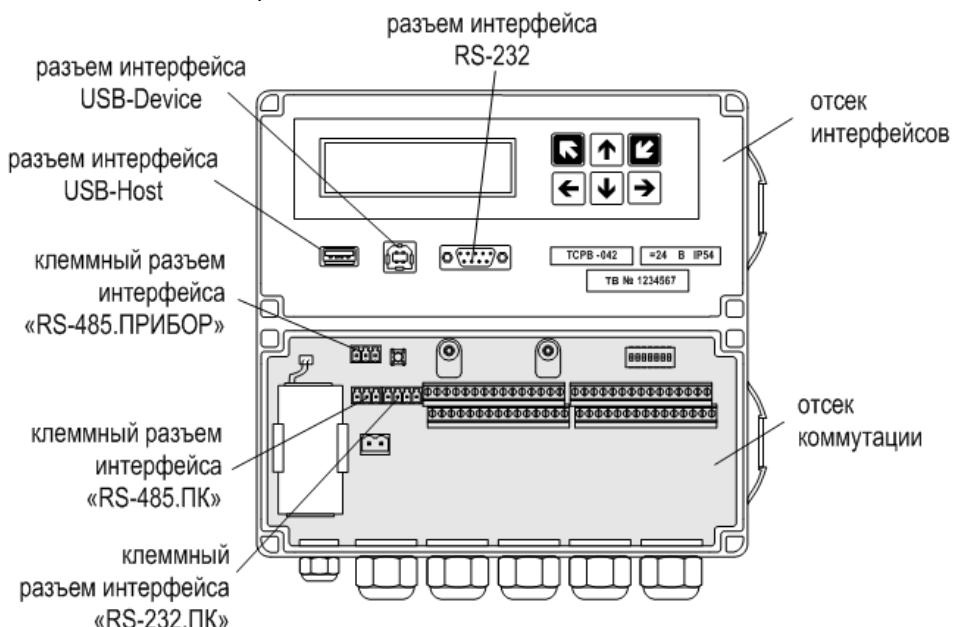

Рис.14. Размещение интерфейсных разъемов тепловычислителя.
7.3.1.1. Для связи с внешними устройствами в тепловычислитеle предусмотрены последовательные интерфейсы RS-232, RS-485, USB-Device и USB-Host. Размещение интерфейсных разъемов в отсеках ТВ показано на рис.14 (крышки отсеков условно не показаны).